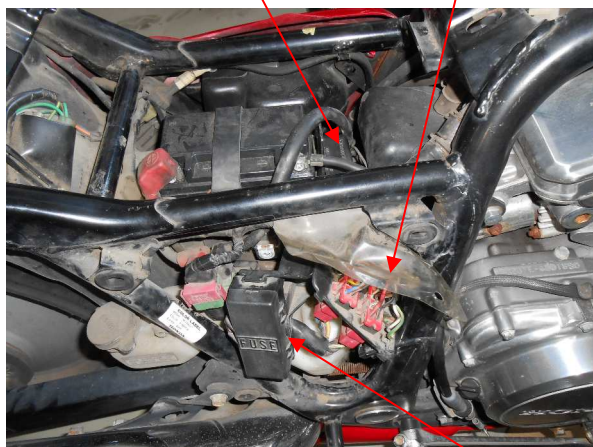

図2、ノーマルイグナイタを外す ヒューズ交換
- ①シート、右サイドカバーを外し、ノーマルイグナイタユニットを取外して下さい(図2)。そのコネクタ(4極、黒)に、SP II ユニットハーネスのコネクタ(4極)を接続して下さい。もう片側のコネクタ(6極、無色)にSP II ユニットハーネスのコネクタ(6極)を接続して下さい。SP II コントロールユニットを接続し、ノーマルコイルのままエンジンを始動させ、作動を確認して下さい。ユニットは、水などが溜まらないようにスイッチ面を横向きに設置して下さい。
- ⑦IGNITIONヒューズ10Aを付属の15Aと交換して下さい。(図2)